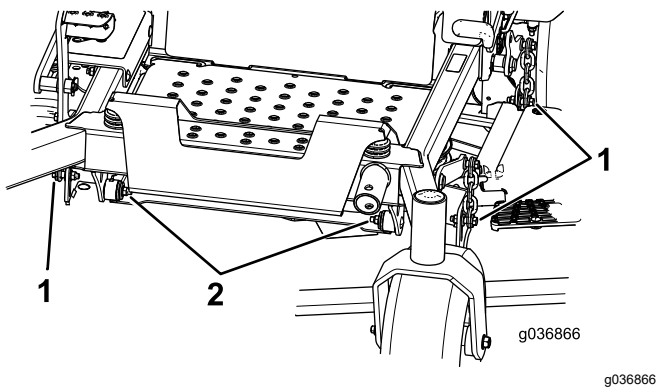

Рисунок 81
- Отверните болты и гайки с обеих сторон машины и сохраните их (Рисунок 81).